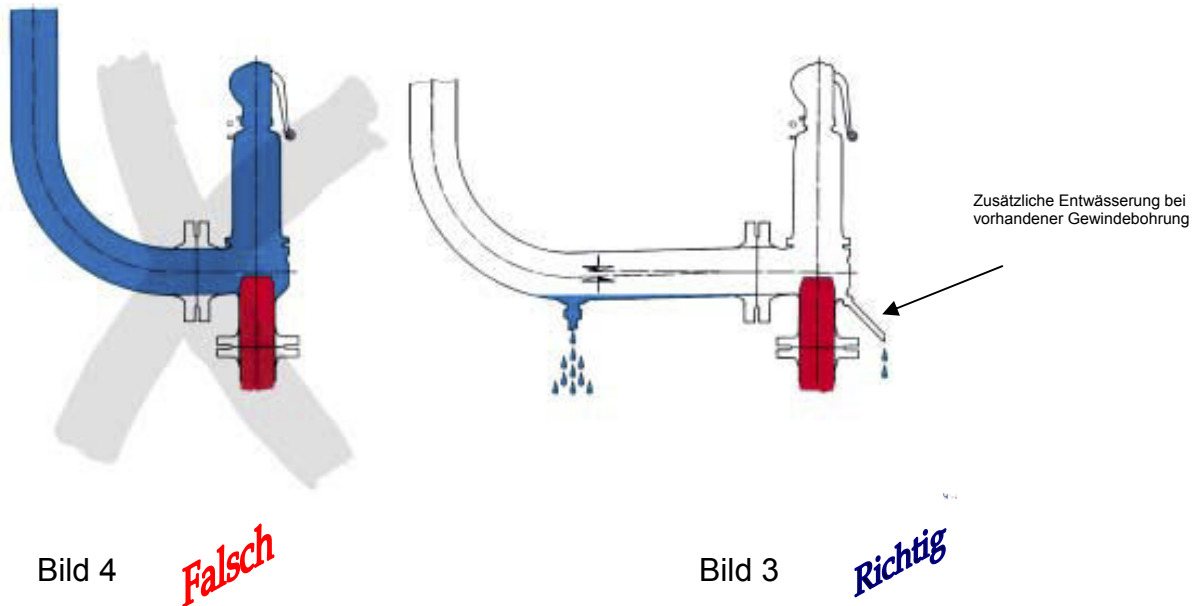

Bild 4
- Direkt hinter dem Sicherheitsventil darf kein nach oben gerichteter Bogen folgen, da keine korrekte Entwässerung erfolgen kann (Bild 4).